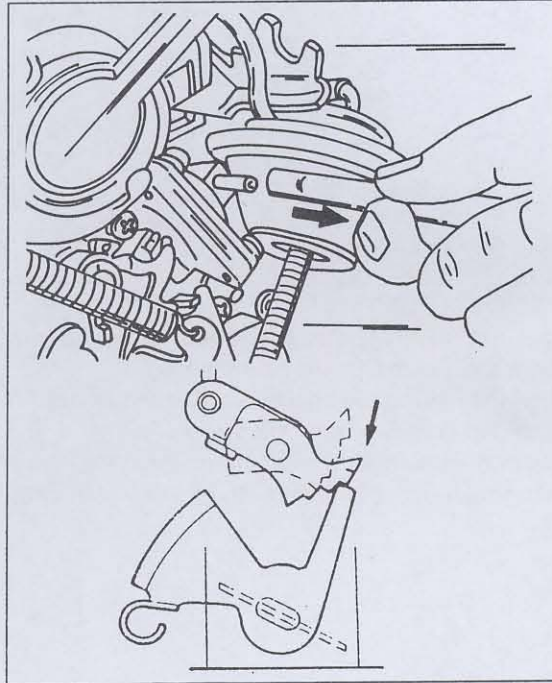

Bild 177
- Den Unterdruckschlauch (mit den weissen Streifen) vom Anschluss in Bild 177 abziehen und den Hebel auf die zweithöchste Stufe des Stufenockens aufsetzen. Wie dies am Stufenockenaussehen aussieht, kann man in der unteren Ansicht von Bild 177 sehen.
- Den in Bild 177 gezeigten Unterdruckschlauch wieder auf den Luftklappenöffner aufstecken (Bild 179) und kontrollieren, dass der erhöhte Leerlauf, d.h. die $2500/\text{min}$ dabei aufgehoben werden.